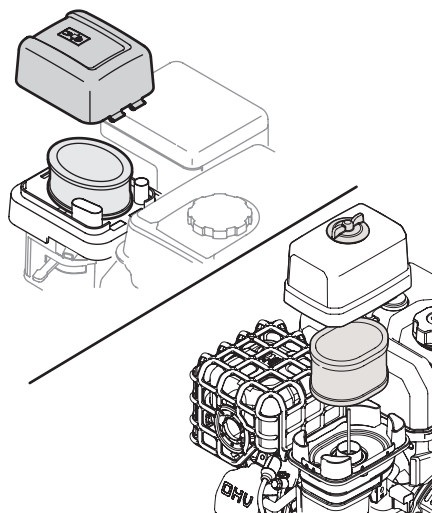

Figure 11
1. Selon le modèle de moteur, pressez sur la patte du couvercle du filtre et soulevez le couvercle ou desserrez les vis. (Figure 11).